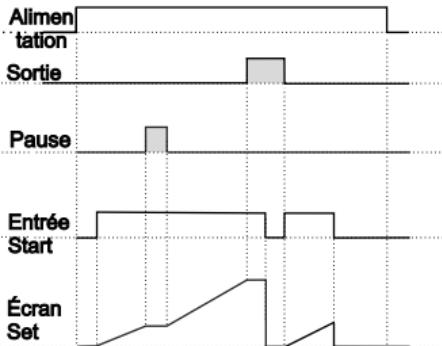

Figure 3.4
3.2.2 Si le comptage est **Decr** = 0 et que **outF** est **off**, le schéma de commande sera celui illustré à la figure 3.4